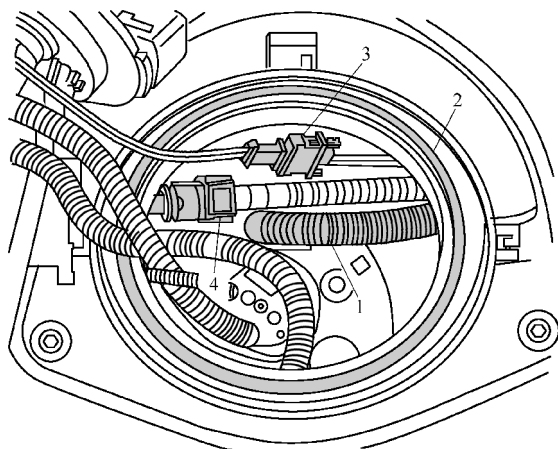

图 1-4-26 将射流泵及管路拉到安装位置
(3) 如图 1-4-26 所示, 在汽车右侧把手伸进油箱开口内, 将射流泵及管路拉到安装位置。安装燃油输送单元 1。将射流管 4 插到射流泵上, 直至听到卡入的声音。连接燃油存量传感器 G169 的插接器 3, 将新密封环 2 套到密封法兰上并将其装入油箱上的凹槽内。